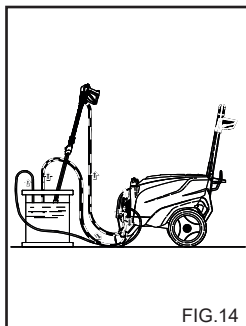

FIG. 14
ОПЕРАЦИИ ПРИ ИСПОЛЬЗОВАНИИ АНТИФРИЗА (fig. 14)
- 2) Отвинтите пробку с шупом контроля уровня (fig. 14).